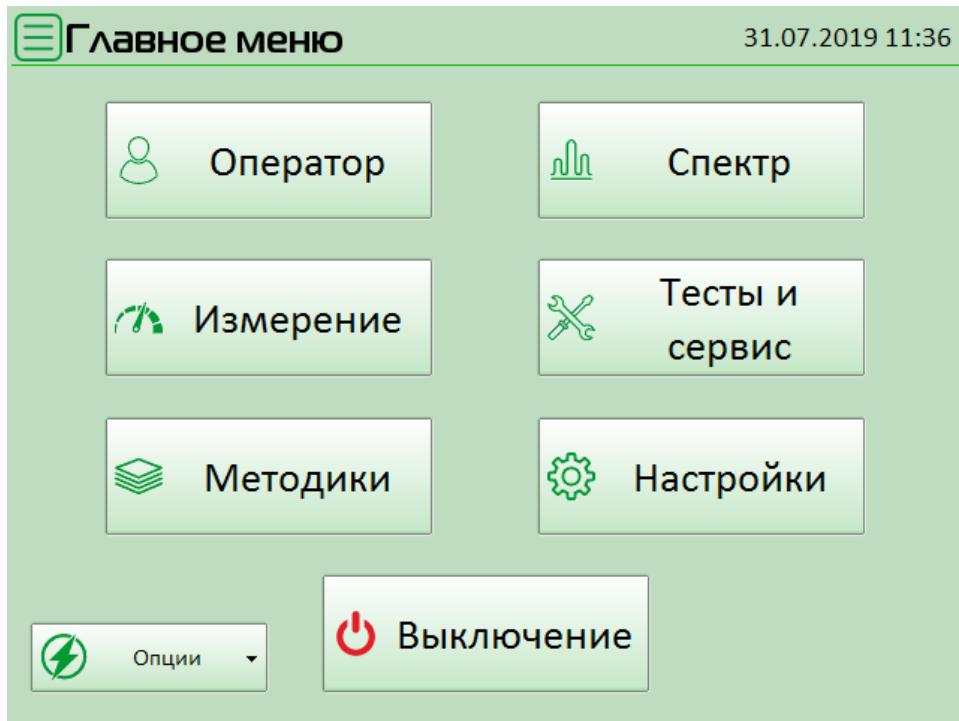
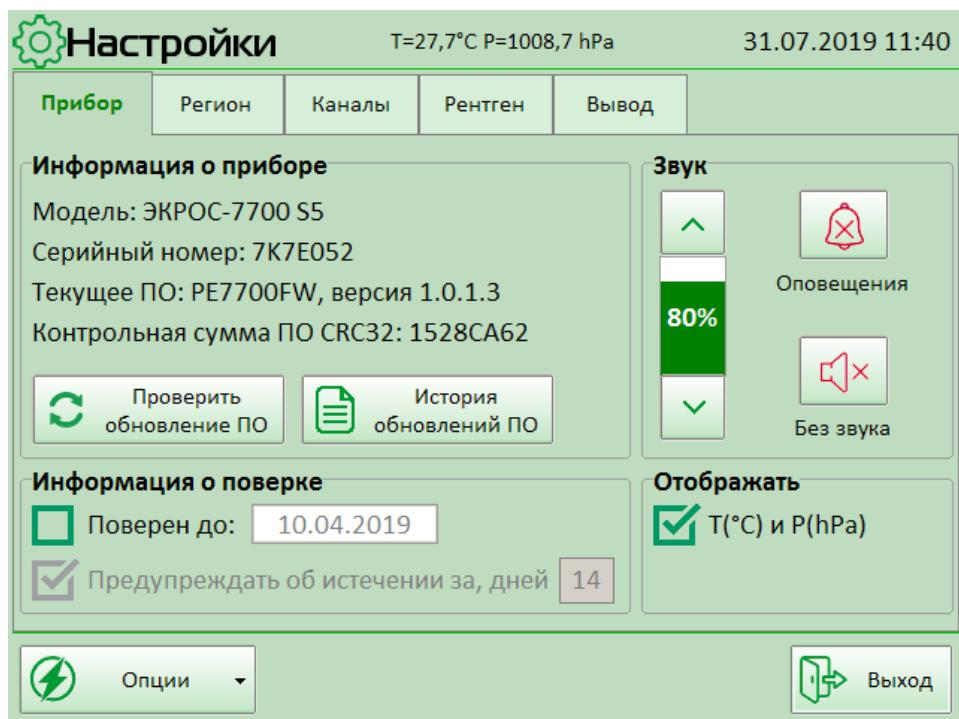

Рисунок 14
Рисунок 15
Сначала появится окно предупреждения о работе с рентгеновским излучением (Рисунок 13). Нажмите кнопку **OK** чтобы подтвердить свою ответственность при работе с источником рентгеновского излучения. Появится окно **Главное меню** (Рисунок 14).
13.5.1 Находясь в Главном меню (Рисунок 14), нажмите кнопку **Настройки**. Отобразится окно настроек анализатора (Рисунок 15).